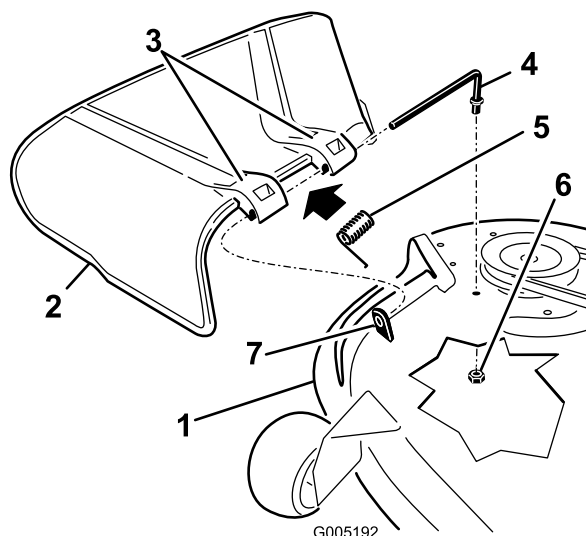

Figure 61
- Localisez les éléments montrés à la Figure 61.
- Retirez l'écrou (3/8 po) de la tige, sous le tablier de coupe (Figure 61).
d'herbe (Figure 61). Déposez le déflecteur d'herbe s'il est endommagé ou usé.
4. Remettez en place le déflecteur d'herbe (Figure 61).
6. Placez le ressort sur la tige, les fils d'extrémité dirigés vers le bas, entre les supports du déflecteur d'herbe. Insérez la tige dans le deuxième support du déflecteur d'herbe (Figure 61).
7. Insérez la tige à l'avant du déflecteur dans la courte cheville de positionnement sur le tablier. Fixez l'extrémité arrière de la tige dans le tablier de coupe à l'aide d'un écrou ($\frac{3}{8}$ po) (Figure 61).